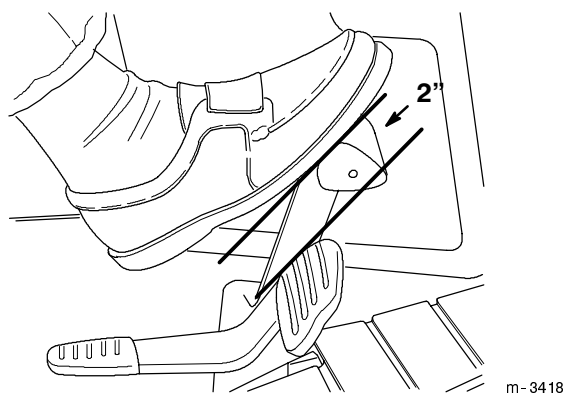

Figure 38
3. Appuyer sur la pédale de frein. Il devrait y avoir une course libre de 5 cm (2") (Fig. 38) avant que le frein ne commence à agir.